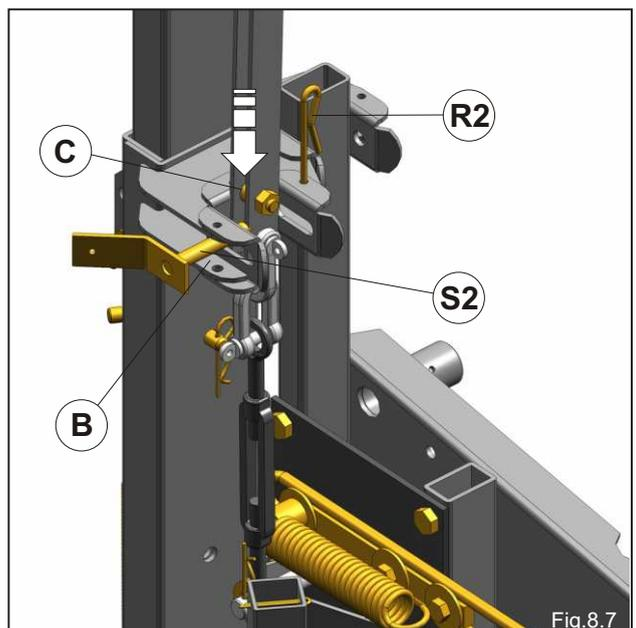

Fig.8.7
- Insérer la goupille **S2** en la fixant avec la goupille **R2**, dans la position **B** en s'assurant que la bague **C** est positionnée sous la goupille **S2** (Fig.8.7).